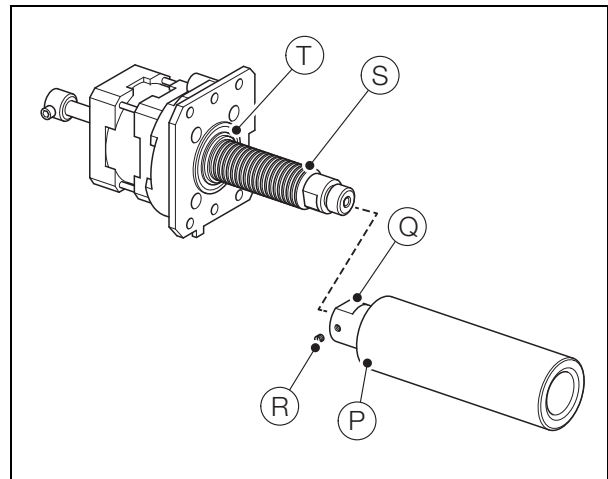

Fig. 13.15 Desmontar/Montar novamente o pistão
8. Tendo por referência a Fig. 13.15:
- Deslize o tubo de amostra (P) para fora do conjunto de pistão (Q). Elimine o tubo de amostra.
- Desaperte o parafuso de fixação sem cabeça (R), desenrosque o conjunto de pistão (Q) do eixo do pistão (S) e elimine o conjunto de pistão.
- Retire o O-ring (T) da base da placa de montagem do motor e elimine.
- Coloque um novo O-ring (T) garantindo que está inserido corretamente no sulco na base da placa de montagem do motor.
- Aparafuse o novo pistão (Q) e o tubo de amostra (P) montando no eixo do pistão (S) e aperte o parafuso de fixação sem cabeça (R).
- Deslize o tubo de amostra (P) até entrar em contacto com o O-ring (T).